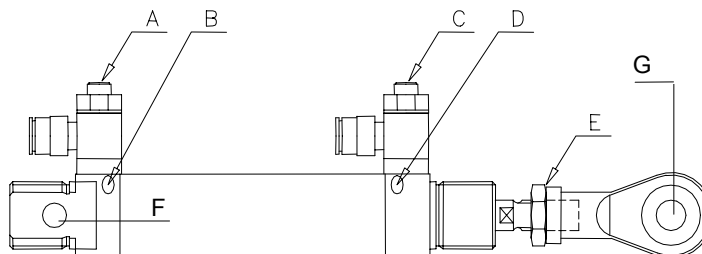

Рис. 27 Регулировка хода лопатки ворот.
- 1 Повернуть винты настройки амортизатора (Рис. 27, В и D) для пары лопаток, которые Вы тестируете, до конца по часовой стрелке и затем повернуть назад против часовой стрелки приблизительно на пол-оборота.